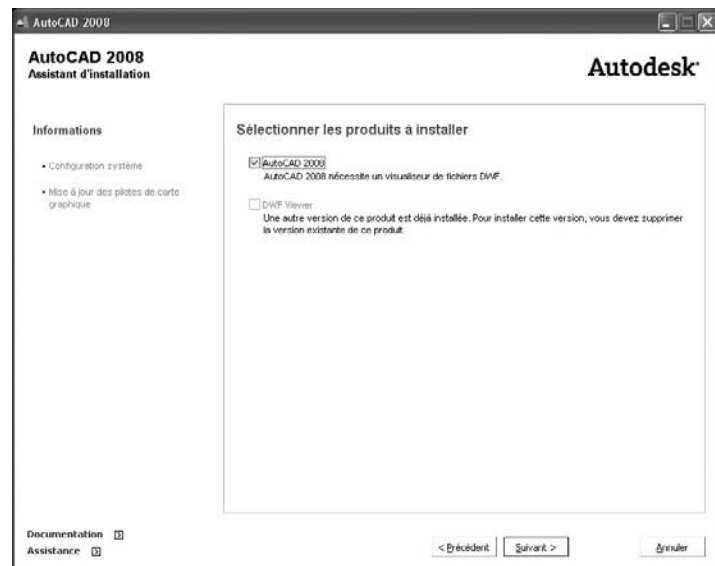

Fig.1.4
- 4 Sélectionnez le ou les produits que vous souhaitez installer (AutoCAD 2008 et DWF Viewer), puis cliquez sur **Suivant** (fig.1.4).